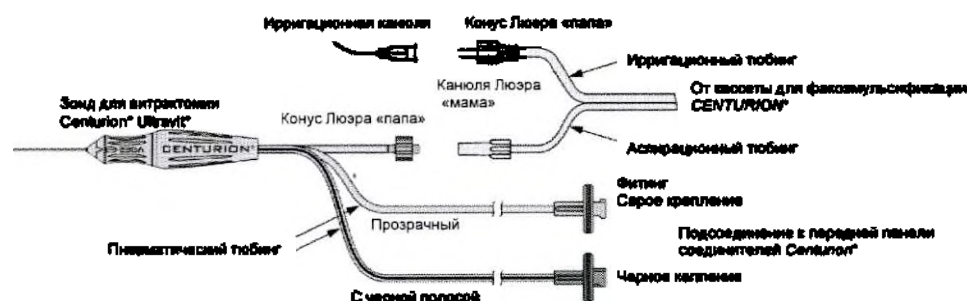

Рисунок 3-9 Подготовка Зонд для витрэктомии Centurion UltraVit* и ирригационной канюли с ирригационно-аспирационными и пневматическим тубингами.
4. **Соединение аспирационных тубингов** – отсоедините соединитель ирригационного и аспирационного тубингов кассеты от ультразвуковой рукоятки. Подсоедините соединитель синего аспирационного тубинга кассеты к соединителю синего аспирационного тубинга Зонд для витрэктомии Centurion (смотрите Рисунок 3-9). Нажмите клавишу «Следующий (Next)». Операционная медсестра
5. **Соединение ирригационной канюли** – подсоедините соединитель белого ирригационного тубинга кассеты к ирригационной канюле (смотрите Рисунок 3-9). Нажмите клавишу «Следующий (Next)». Операционная медсестра